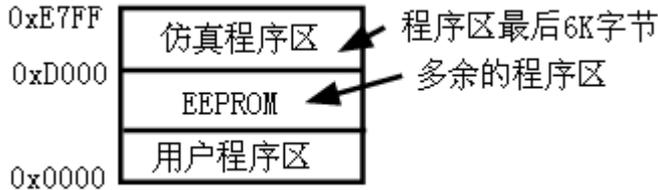

图 1-61 仿真过程中 EEPROM 位置安排示意图
④ I/O：P3.0/P3.1，用户在程序中不得操作 P3.0/P3.1，不要使用 INT4/T2CLK0/P3.0，不要使用 T2/P3.1。对于 IAP 型号单片机，对 EEPROM 的操作是通过对多余不用的程序区进行 IAP 模拟实现的，此部分要修改程序(IAP 起始地址)。如 IAP15W4K58S4 单片机的 EEPROM 区的位置如图 1-61 所示。